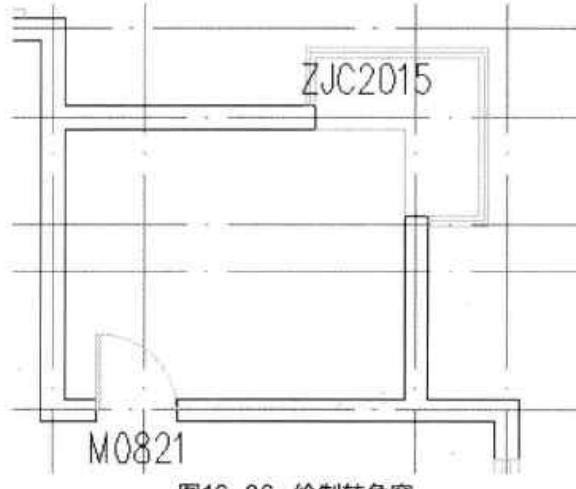

图16-86 绘制转角窗
**Step 22** 输入好后，按回车键，即可完成该转角窗图块的绘制操作，如图 16-86 所示。